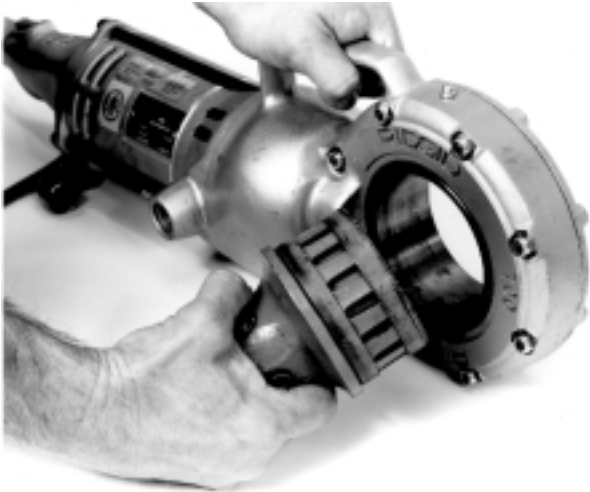

Figure 4 – Installation de l'adaptateur d'entraînement n° 774
- a. Enfoncer l'adaptateur d'entraînement, cannelures en premier, dans l'engrenage du système d'entraînement jusqu'à ce que les cliquets d'arrêt s'engagent (Figure 4).